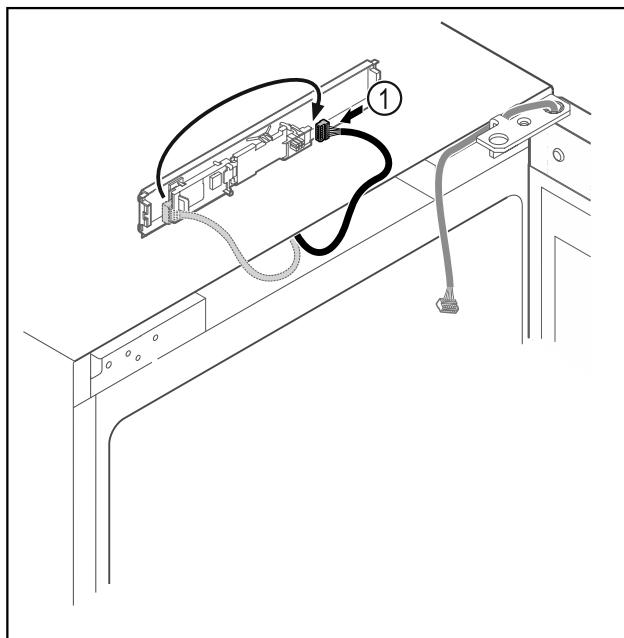

Fig. 14
- Преместете щекера *Fig. 14 (1)* на платката.